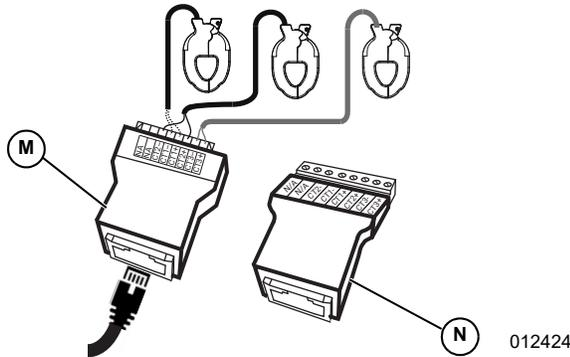

Figure 5-16. Adaptateur de TC
1. Voir **Figure 5-16**. Raccorder les conducteurs des TC aux bornes à poussoir (M) ou à vis (N) de l'adaptateur conformément aux indications de l'étiquette apposée sur l'adaptateur de dérivation.